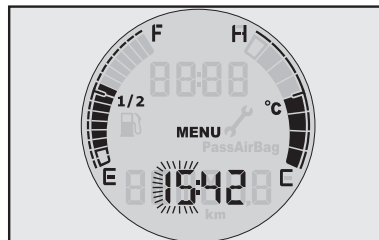

fig. 44
- Pressionar MENU ESC para permitir o ajuste (a hora ou os minutos lampejam **fig. 44**);